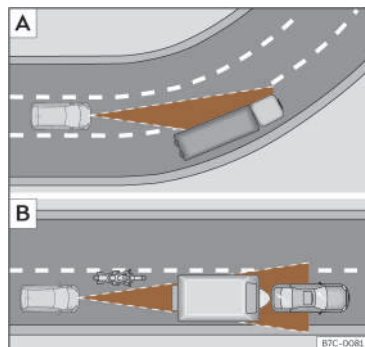

Fig. 112 **A** Veicolo in curva. **B** Motociclista che circola anteriormente fuori dal raggio d'azione del sensore radar.
L'ACC potrebbe non rilevare il veicolo che precede in una curva o potrebbe regolare la distanza con veicoli che si trovano su altre corsie >>> **fig. 112** A).
- Veicoli che circolano disallineati o al di fuori del raggio di rilevamento del sensore, ad esempio motocicli >>> **fig. 112** B).